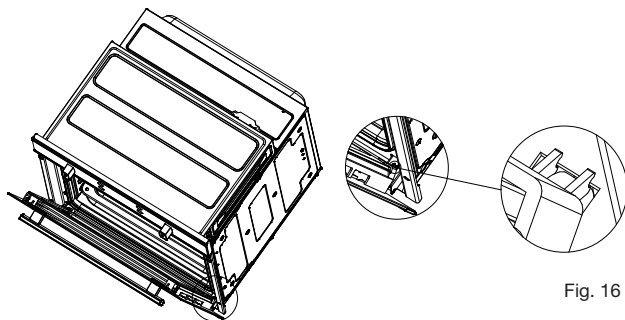

Fig. 16
1. Rote las pestañas de las bisagras hacia adelante hasta el tope como se indica en las Fig. 16 y Fig. 17.